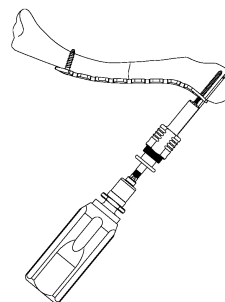
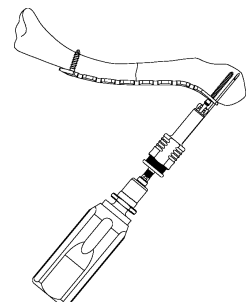

図 3
図 4
- 3) スクリューを適位まで挿入したところで（図 3）、スクリューホルダーを解除し、スクリューをプレートに挿入します。（図 4）